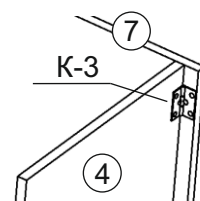

Рис. 3
- Дет. 4 крепить к дет. 7 при помощи петель карточных (К-3) и саморезов 4x16 (рис. 3).